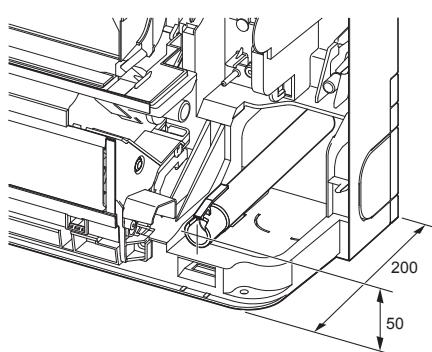

Fig. 5-3
- При прокладке дренажного трубопровода, убедитесь, что дренажный шланг проложен в соответствии с рисунком. (Fig. 5-3)